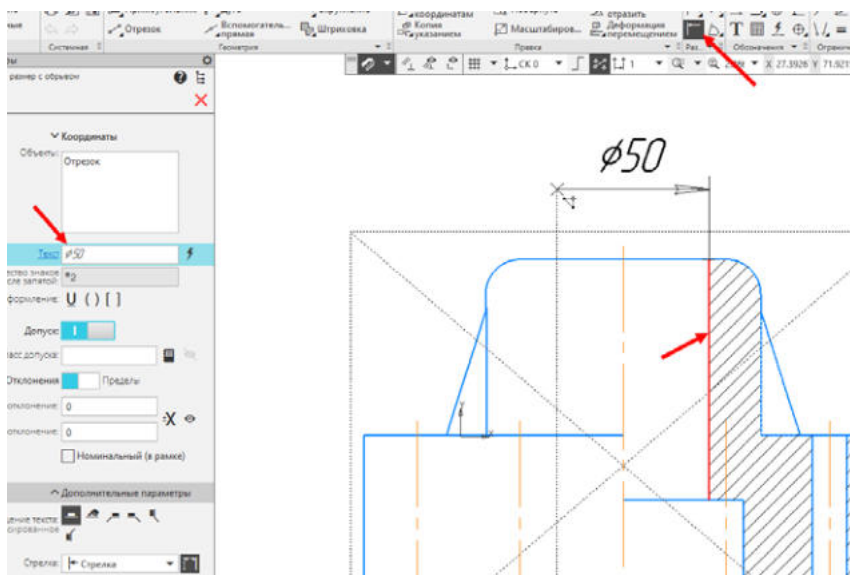

Рисунок 3.42
- через инструмент **Линейный размер с обрывом**, кликнем на линию, от которой пойдет выносная, кликнем на текст и укажем число и знак диаметра – **Принять** – зафиксируем размерное число (рисунок 3.42). **Стоп**.